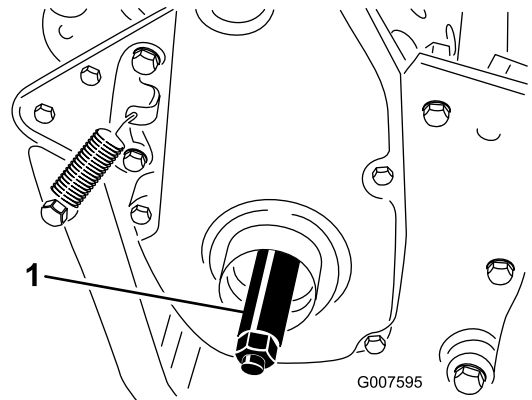

Bild 9
3. Drehen Sie die rechte Radachse in die Antriebsscheibe rechts an der Maschine (Bild 9).